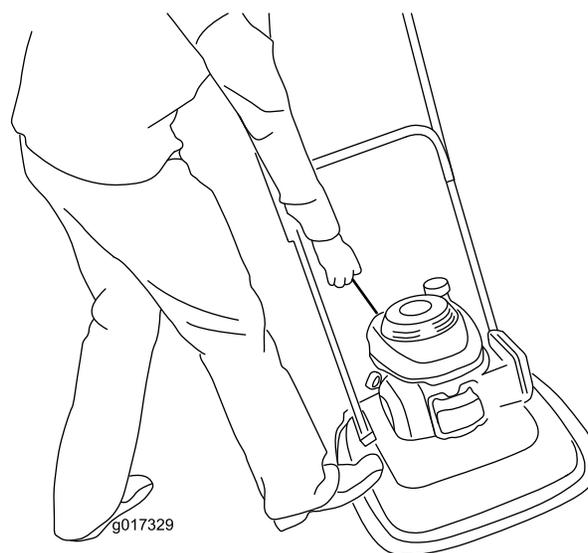

Figura 13
3. Coloque o seu pé na plataforma e incline a máquina para si (Figura 13).